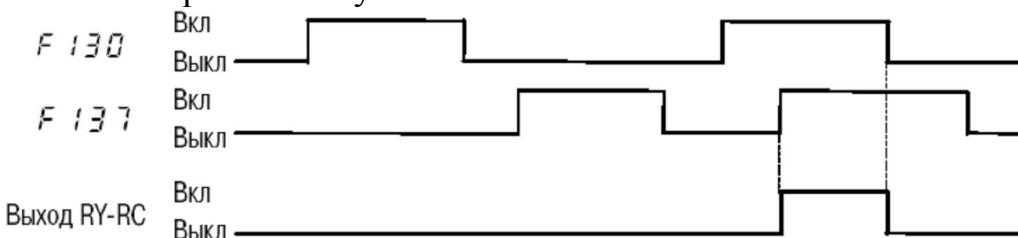

Рис. 2.12 Работа выхода *RY-RC* при двух назначенных функциях и *F139=0*
- 0 – *F130·F137* (логическое И, см. рис. 2.12);